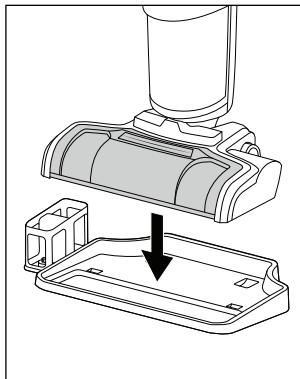

Fig. 31
- ◆ Coloque el aparato apagado sobre la base **4** de la estación de soporte y limpieza (consulte la fig. 31).